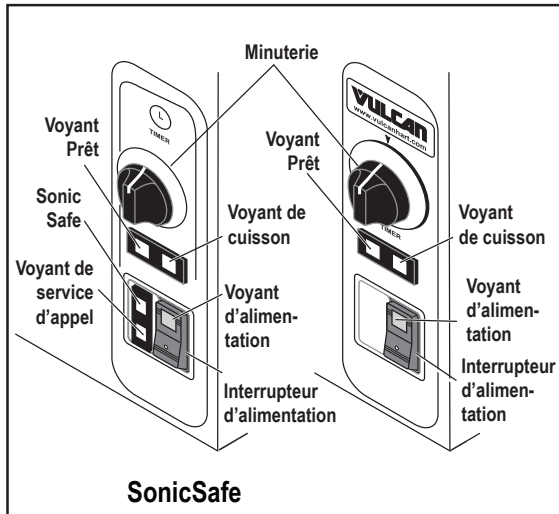

Figure 3
**AVIS** Les commandes de SonicSafe sont illustrées à la figure 3.